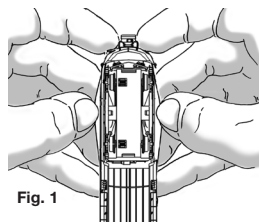
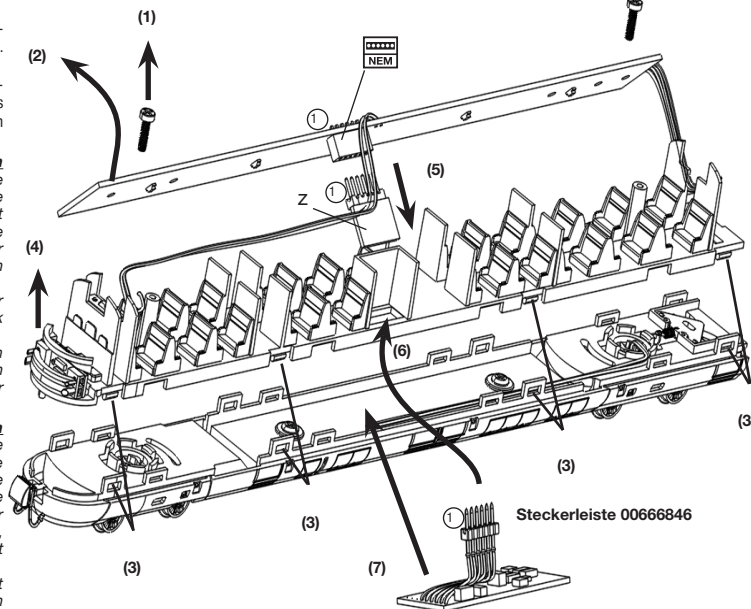

Fig. 1
Fig. 2
☞ Zusätzlich zum Einbau eines DCC-Decoders in den Motorwagen ist auch ein Einbau des **Fleischmann Funktionsdecoders 686401 mit Steckerleiste 00666846** in den Steuerwagen erforderlich! Öffnen des Steuerwagens durch Aufspreizen des Gehäuses in Höhe der Drehgestelle (Fig. 1). Schrauben lösen (1) und Platine hochheben und seitlich weg kippen (2) Dann die Inneneinrichtung durch Aufspreizen der Schnappverbindungen lösen (3) und anheben (4) Ziehen Sie den Brückenstecker „Z“ (Fig. 2) aus der Schnittstelle (5) und stecken dafür den Stecker des Funktionsdecoders (6) ein (die Markierungen „1“ auf Stecker und Schnittstelle müssen sich gegenüberstehen!). Bitte beachten Sie auch die Betriebsanleitung des Funktionsdecoders! Die Steckerleiste 00666846 muß mit dem Funktionsdecoder 686401 folgendermaßen verbunden sein: grün=1, violett=2, rot=3, schwarz=4, weiß=5, gelb=6. Den Funktionsdecoder zwischen Wagenboden und Inneneinrichtung einlegen (7) und das Fahrzeug in umgekehrter Reihenfolge wieder schließen.
☞ In addition to the installation of a DCC decoder in the motor car, a installation of the **Fleischmann function decoder 686401 with plug connector 00666846** is needed in the control car! Opening the car by spreading of the housing in the amount of the bogies (Fig. 1). Open screws (1) lift board and tilt sideways away (2) Then unlock the interior by spreading the snap solve (3) and lifting up (4) Pull the jumper „Z“ (Fig. 2) from the interface (5) and insert the plug of the function decoder (6) instead of (the labels „1“ of plug and interface must face to each other!). Please refer also to the instructions of the function decoder! The plug 00666846 must be connected to the function decoder 686401 as follows: green=1, violet=2, red=3, black=4, white=5, yellow=6. The function decoder is placed between chassis and interior (7) and the car is closed in reverse order.
☞ En plus de l'installation d'un décodeur DCC dans l'automoteur, une installation du **décodeur de fonction Fleischmann 686401 avec connecteur 00666846** est nécessaire dans la voiture de contrôle! Ouvrez le véhicule par la diffusion du logement dans le montant des bogies (Fig. 1). Ouvrez les vis (1) et levez et d'inclinaison latérale loin la platine (2) Ensuite, l'intérieur en répartissant le composant logiciel enfichable résoudre (3) et relever (4) Tirer le connecteur „Z“ (Fig. 2) à partir de l'interface (5) et insérer la fiche du décodeur de fonction (6) (les étiquettes „1“ de la fiche et de l'interface doivent faire face les uns les autres!). S'il vous plaît se référer aux instructions du décodeur de fonction aussi! Le connecteur 00666846 doit être reliée au décodeur de fonction 686401 comme suit: vert=1, violet=2, rouge=3, noir=4, blanc=5, jaune=6. Le décodeur de fonction est placée entre le châssis et l'intérieur (7) et le véhicule est fermée dans l'ordre inverse.